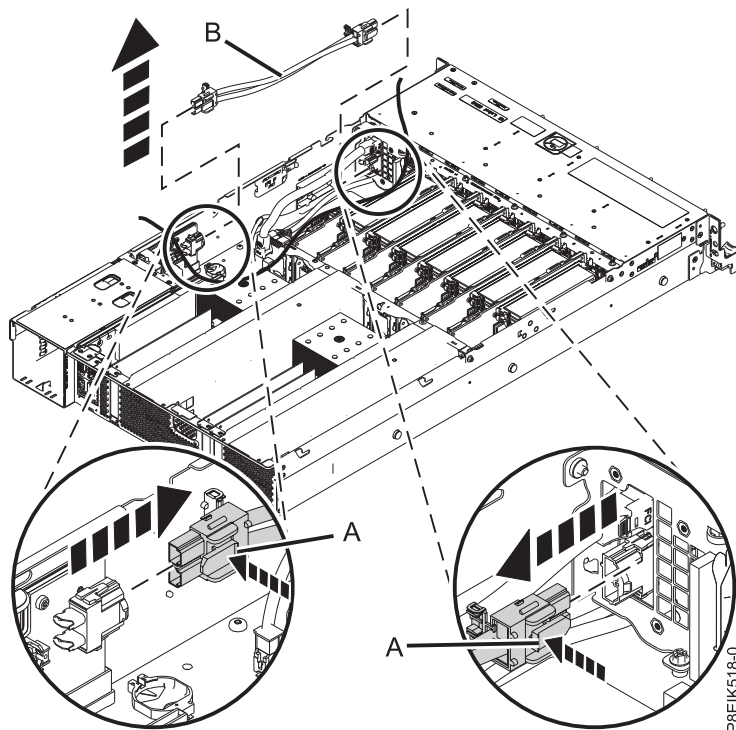

Figure 61. Retrait du câble d'alimentation des ventilateurs du système
4. Saisissez l'extrémité du câble d'alimentation des ventilateurs branchée au connecteur de bus d'alimentation. Voir (A) dans la figure 61, à la page 53.